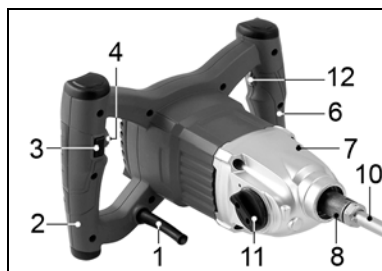

Рис. 5.
**8.3. Переключение скоростей для машин моделей МЭ-2 1400ЭМ и МЭ-2 1600ЭМ (Рис. 5)**
### 8.1. Включение (Рис. 5)